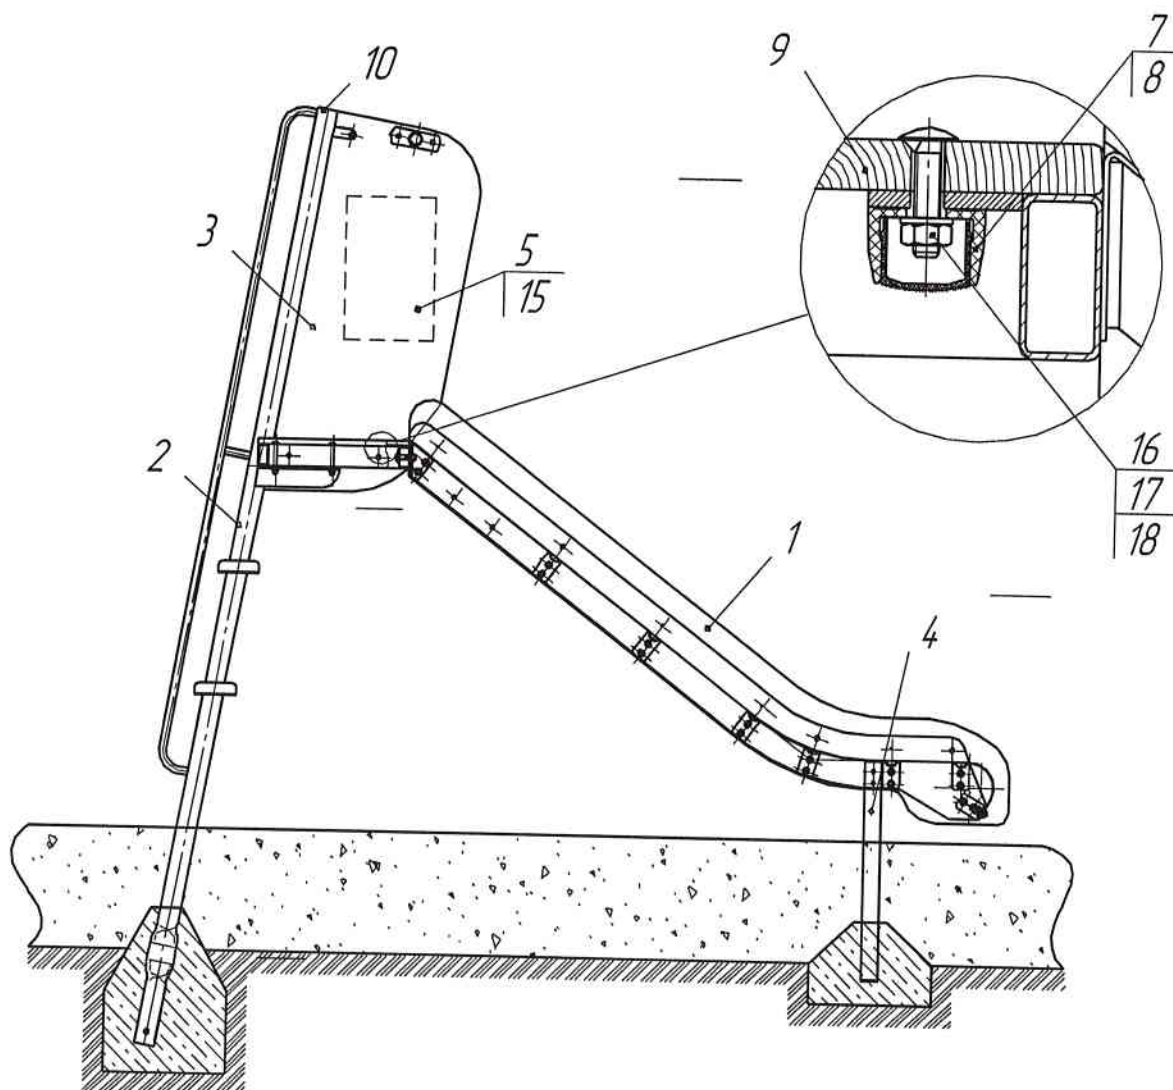

Рис. 3.
12.3.7 Собрать Горку согласно Рис. 3.